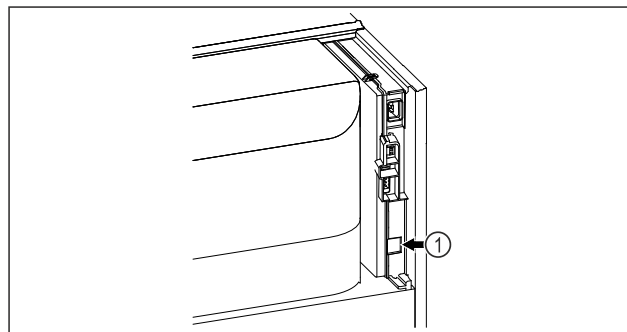

Fig. 96
- SmartModule Fig. 96 (1) è inserito.